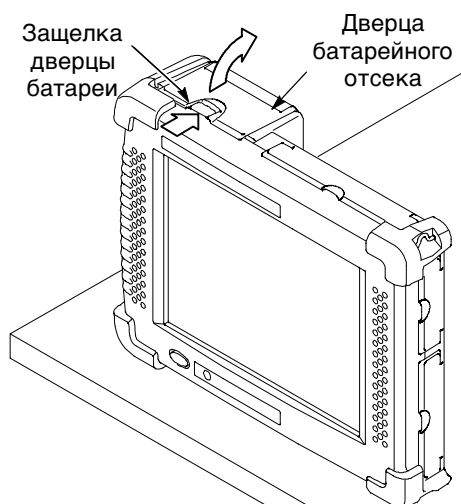

Рис. 2-2: Батарейный отсек прибора Анализатор NetTek
1. Установите Анализатор NetTek на плоской поверхности так, чтобы сенсорный экран был направлен к вам, а дверца батарейного отсека оказалась сверху. См. рисунок 2-2.